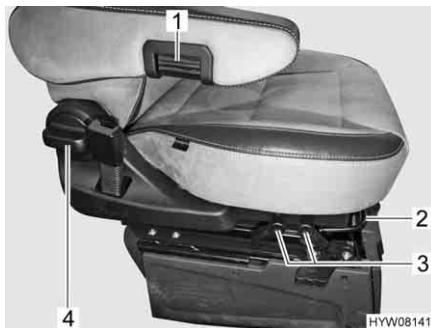

Fig. 11 Regolazione del sedile
- Tirare la staffa (Fig. 11,2) verso l'alto.
- Tirare la relativa leva (Fig. 11,3) verso l'alto.
- Ruotare la maniglia (Fig. 11,4).
- Per una regolazione precisa, ruotare la rotella zigrinata (Fig. 11,1). A seconda della direzione di rotazione il bracciolo si muove verso l'alto o verso il basso.